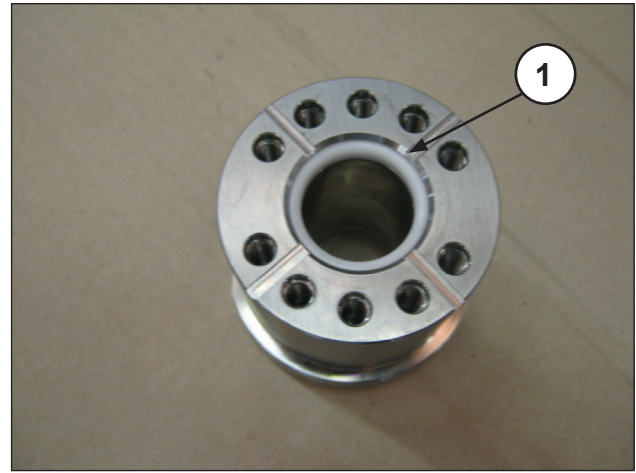

Abb. 119
- Setzen Sie die Dichtung in die Buchse ein (Abb. 119, Pos. ①).